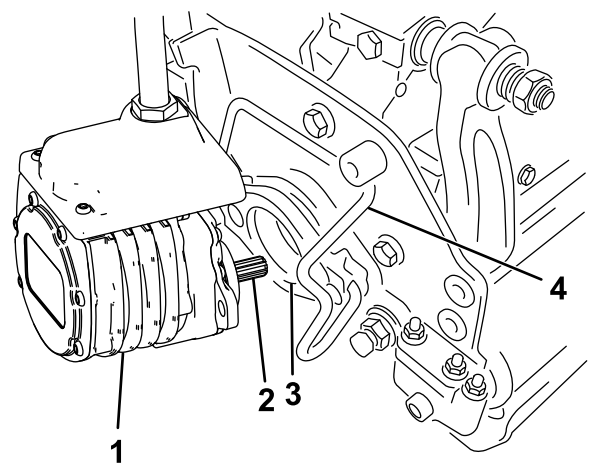

Bild 56
6. Schmieren Sie die Keilwelle des Mähwerkmotors mit sauberem Fett ein (Bild 56).
7. Setzen Sie den Motor in die linke Seite des Mähwerks (aus Sicht der Bedienerstellung) und ziehen Sie die Motorbefestigungsstange am Mähwerk zum Motor, bis Sie einen deutlichen Klick von beiden Seiten des Motors hören (Bild 56).